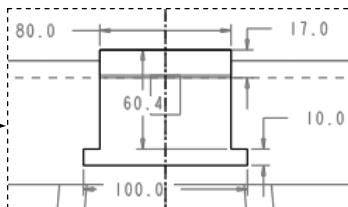
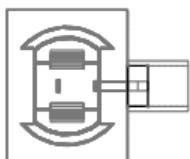
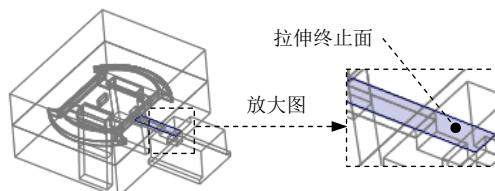

图 27.36 定义草绘平面
图 27.37 截面草图
图 27.38 拉伸终止面
Step6. 创建实体切削特征 1。单击**模具**功能选项卡**形状**区域中的**拉伸**按钮，此时系统弹出“拉伸”操控板；在出现的操控板中，确认“实体”类型按钮被按下；在操控板界面中按下“移除材料”按钮 \square ；右击，从系统弹出的菜单中选择“**定义内部草绘...**”命令；选取图 27.36 所示的平面为草绘平面，接受默认的箭头方向为草绘视图方向，然后选取图 27.36 所示的表面为参考平面，方向为**右**。单击**草绘**按钮，进入草绘环境；进入截面草绘环境后，选取 MOLD_FRONT 基准平面和 MOLD_RIGHT 基准平面为草绘参考，利用“投影”命令绘制图 27.37 所示的截面草图；完成特征截面的绘制后，单击“草绘”操控板中的“确定”按钮 \checkmark ；在操控板中选取深度类型**上**（到选定的），将模型调整到图 27.38 所示的视图方位，选取图中所示的表面为拉伸终止面；在“拉伸”操控板中单击 \checkmark 按钮，完成特征的创建。